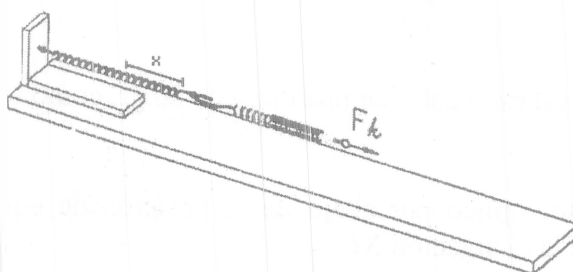

Figura 1
I.1 Calibre el dinamómetro y sujételo al resorte tal como lo muestra la figura 1.